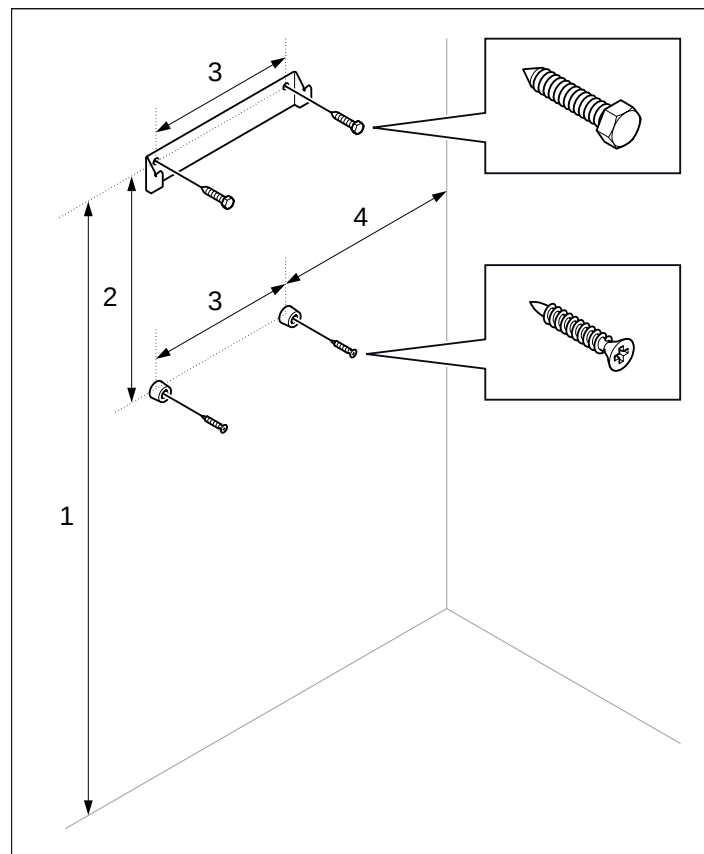

Рисунок 8: Кронштейн с винтами и шайбами
1. Прикрепите кронштейн и шайбы к стене согласно указанным размерам (см. Рисунок 8).